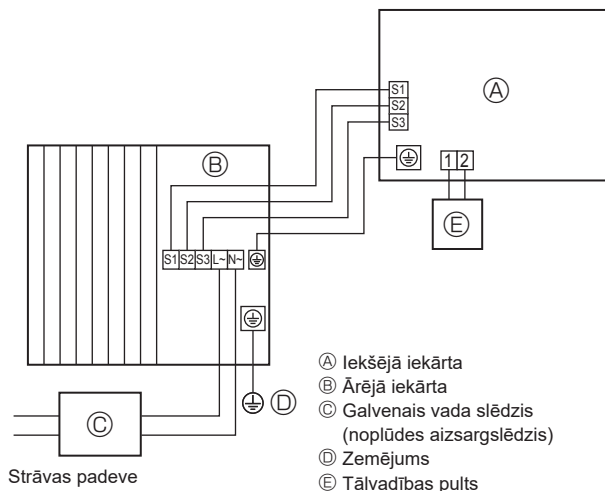
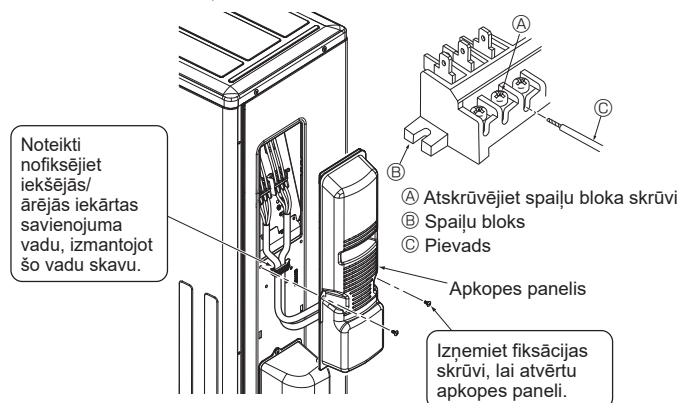

Fig. 6-1
Fig. 6-3
6.1. Ārējā iekārta (Fig. 6-1, Fig. 6-2, Fig. 6-3)
- ① Noņemiet apkopes paneli.
- ② Kabeļu vadījumam ir jāatbilst norādēm šādos attēlos Fig. 6-1, Fig. 6-2 un Fig. 6-3.